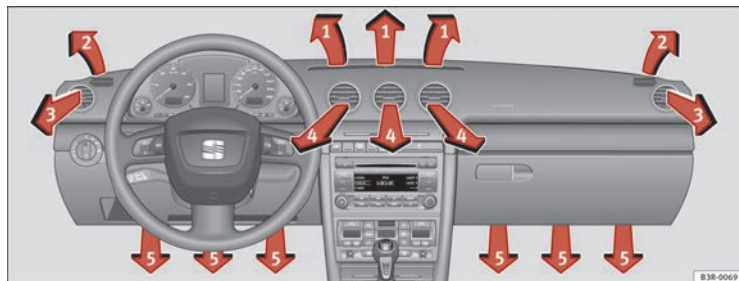

Abb. 132 In der Instrumententafel: Anordnung der Luftaustrittsdüsen
Die Luftaustrittsdüsen ⇒ Abb. 132 ③ und ④ können wie folgt bedient werden.
Die drei Tasten haben folgende Bedeutung. Die Zahlen beziehen sich auf die Luftaustrittsdüsen → Abb. 132.
Der Gebläsemotor wird nach Ausschalten der Zündung über das Solardach mit Solarstrom betrieben. Achten Sie bitte darauf, dass die Düsen 3 und 4 geöffnet sind → Abb. 132, um eine optimale Belüftung zu erreichen.